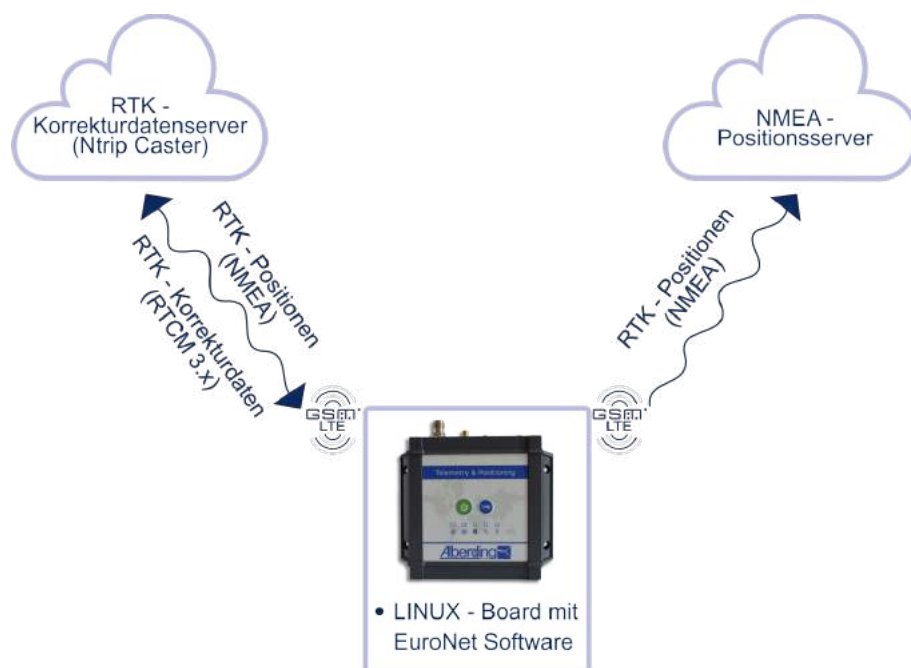

Abbildung 6: Unterstützung von 2 unterschiedlichen IP-Adressbereichen
- Unterstützung von 2 unterschiedlichen IP-Adressbereichen für die RTK-Korrekturdaten und die GNSS-Positionsdaten (vgl. Abb. 6)